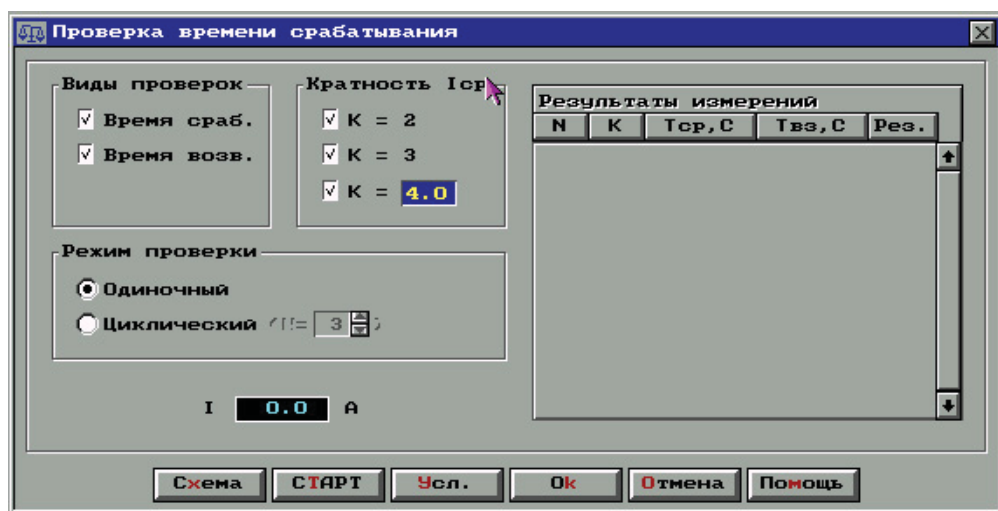
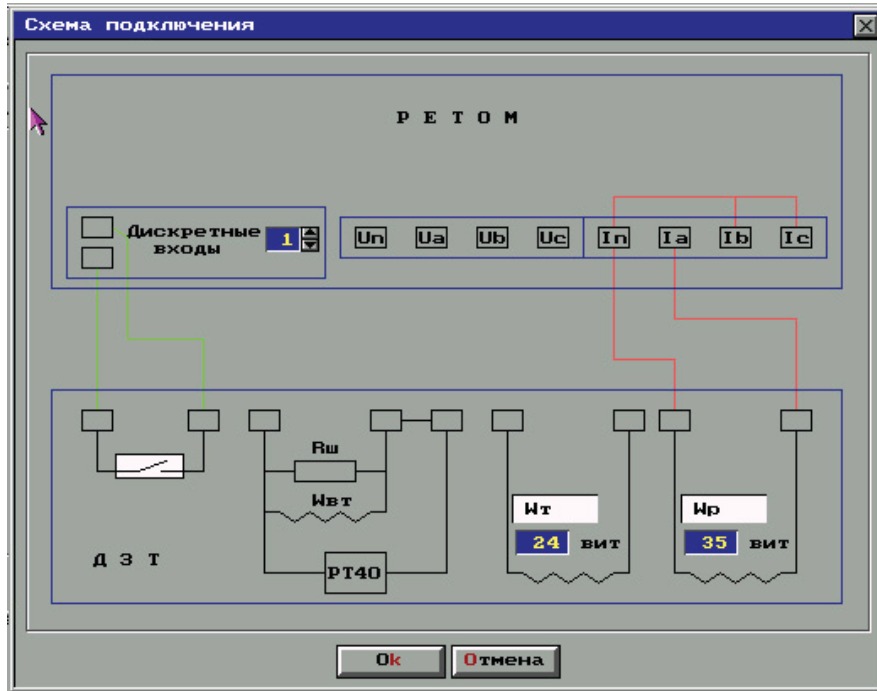

Рис. 12.16. Окно *Проверка времени срабатывания и возврата*
Рис. 12.17. Схема подключения реле ДЗТ-10
**Проверка времени срабатывания и возврата.** В панели управления нажмите кнопку *Проверка времени срабатывания и возврата*. В рабочем окне (рис. 12.16) нажмите кнопку **Схема** и подключите реле по схеме (рис. 12.17).